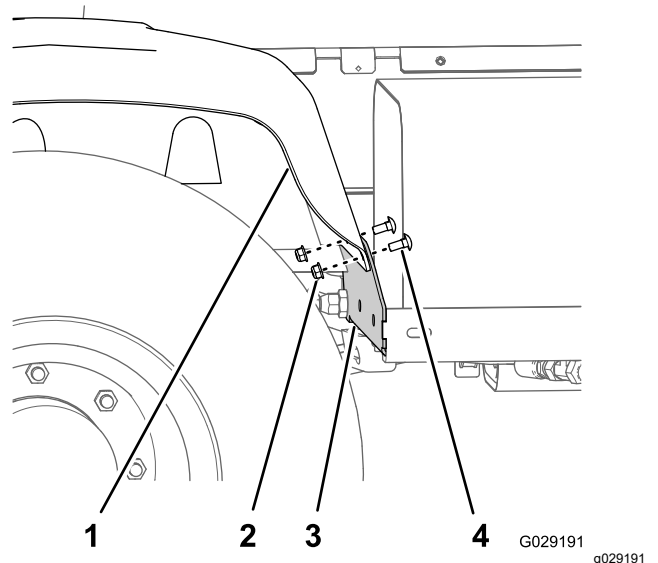

Bild 4
1. Nehmen Sie die zwei Schlossschrauben und zwei Sicherungsbundmuttern ab, mit denen der rechte hintere Kotflügel an der Halterung am vorderen Kotflügel befestigt ist (Bild 4).